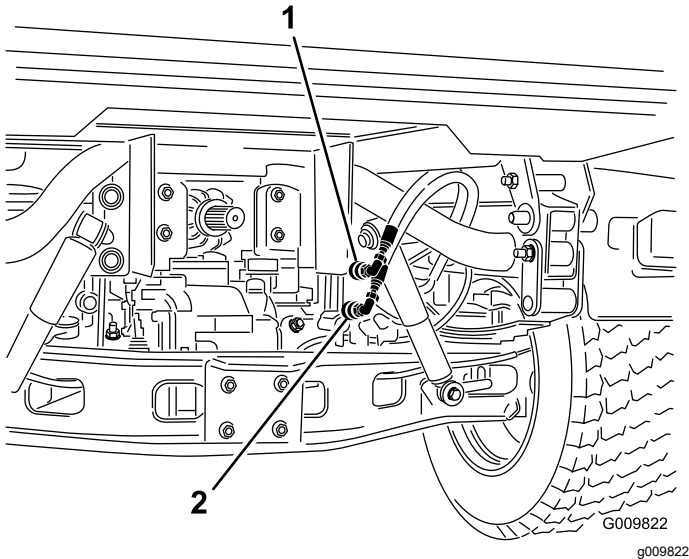

Figura 73
- Desligue, em ambas as máquinas, as 2 mangueiras de acoplamento rápido das mangueiras ligadas ao suporte do acoplamento (Figura 73).